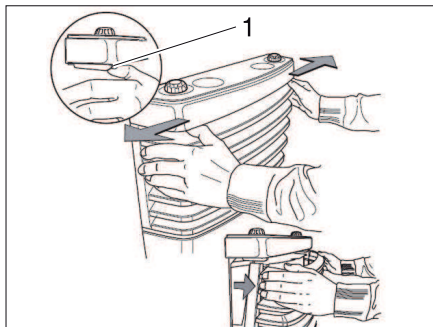

Fig. 100 Quitar el revestimiento de la calefacción
- Quitar el revestimiento de la calefacción. Presionar para esto los muelles de cierre (Fig. 100,1) lateralmente hacia fuera, girar el revestimiento hacia adelante y levantar los soportes inferiores.